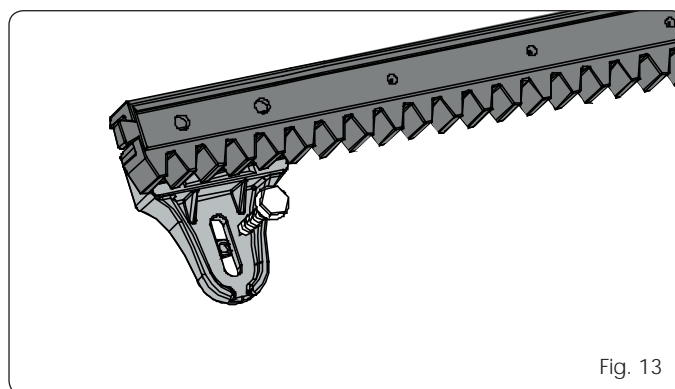

Fig. 13
5.4.3 NYLON RACK TO SCREW (Fig. 13)